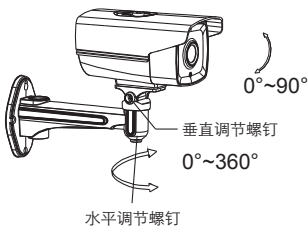

图3-10 视场角调节
5.拧松垂直调节螺钉可进行水平方向视场角调节。拧松水平调节螺钉可进行垂直方向视场角调节。如图3-10所示。